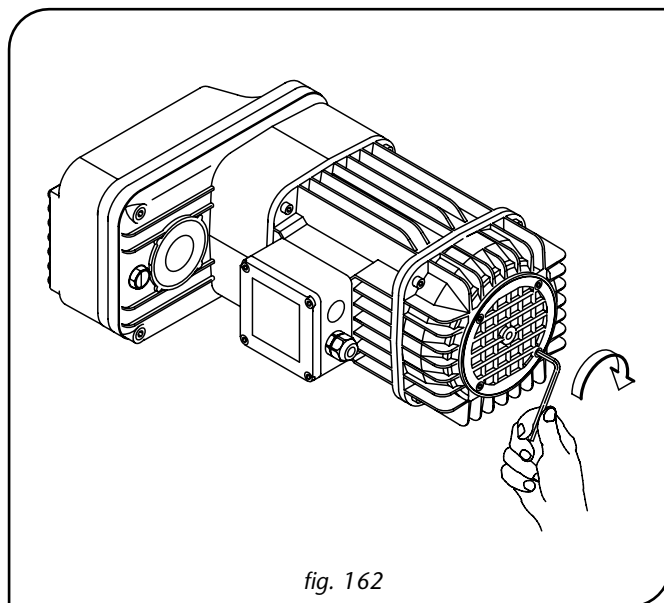

fig. 162
7. Rimontare la griglia (aeratore) avvitando completamente le quattro viti (fig. 162).